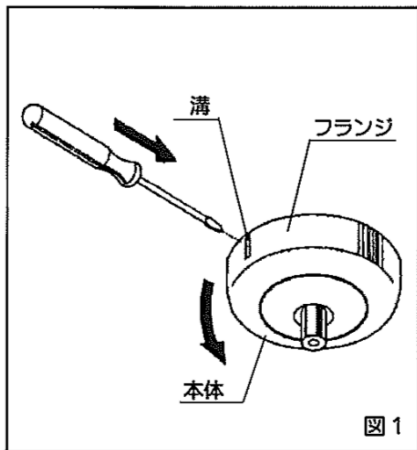

図1
1. フランジの溝にマイナスドライバー等の先端を押し込みます。（図1）